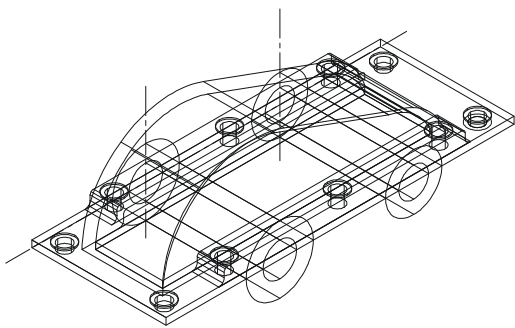
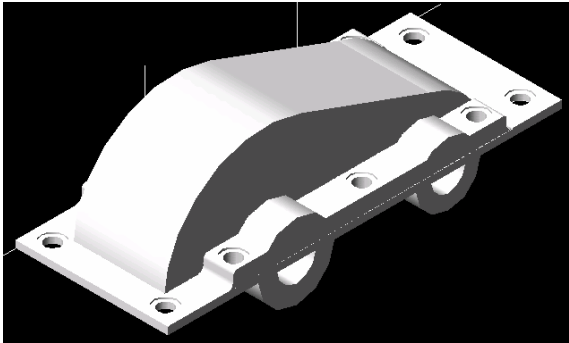

图 12-1-21
图 12-1-22
STEP 05 以同样的方法绘制出其他螺栓孔，如图 12-1-21 所示；对箱盖进行着色后，效果如图 12-1-22 所示。